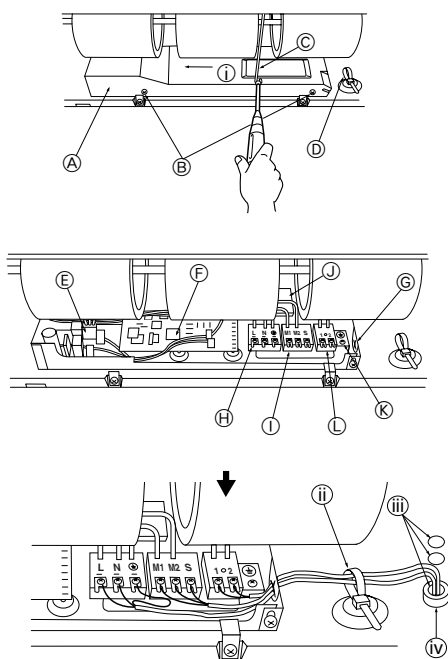

Fig. 6-1
6.1. Ηλεκτρική καλωδίωση (Fig. 6-1)